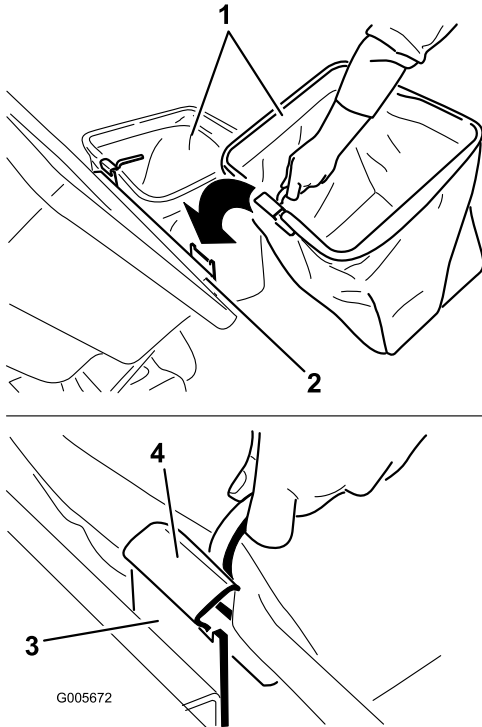

Bild 12
5. Setzen Sie die Grasfangkörbe ein. Schieben Sie die Korbhaken auf die Befestigungshalterungen (Bild 12).